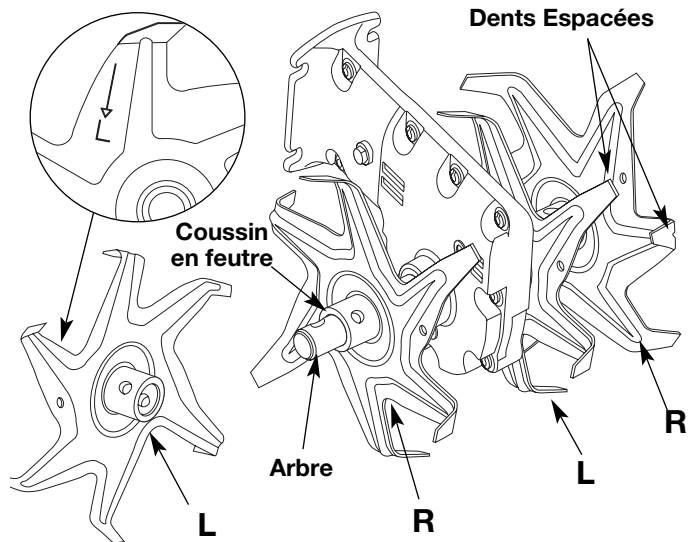

Fig. 12
AVERTISSEMENT : éviter le démarrage accidentel. Se tenir en position de démarrage pour lancer le moteur (Fig. 12). Lors du démarrage, l'opérateur et l'outil doivent être en position d'équilibre afin d'éviter le risque de blessures graves.
6. Tenez-vous entre les poignées et soutenez l'appareil en plaçant le pied gauche sur le support de roue et en tenant le guidon de la main droite (Fig. 12).
7. Avant de réinstaller les vis à oeillets et les goupilles beta, assurez-vous que les pointes sur les dents soient bien espacées les unes des autres (Fig. 12).